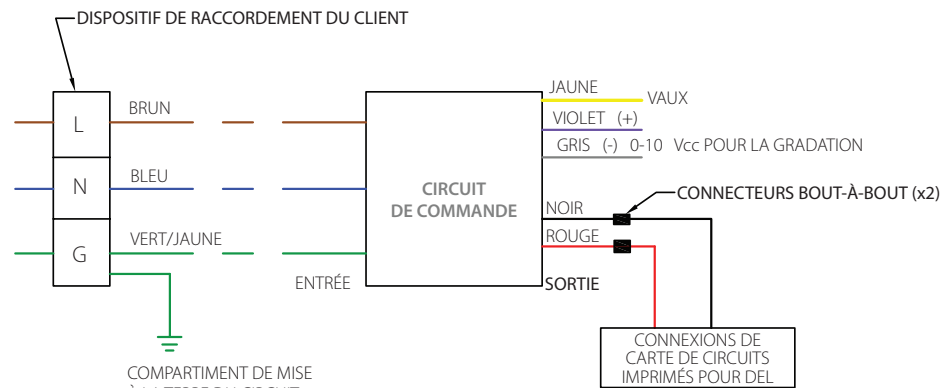

FIGURE 2
2. Boucher toutes les entrées de conduit inutilisées à l'aide des bouchons de conduit fournis. Pour éviter le grippage et garantir l'étanchéité, lubrifier les bouchons de conduit avec le lubrifiant HTL de Crouse-Hinds d'Eaton avant l'installation, et serrer les bouchons avec une clé à au moins cinq (5) filetages complets (57-71 Nm [42-52 lb-pi] pour les bouchons de 1,9 cm [3/4 po]; 79-92 Nm [58-68 lb-pi] pour les bouchons de 2,5 cm [1 po]).
4. Raccorder les câbles d'alimentation aux fils conducteurs du luminaire ou au bloc de jonction conformément aux schémas de câblage et selon les méthodes qui respectent les codes en vigueur. Voir la figure 2. Serrer tous les raccordements électriques.
5. Installer le boîtier du circuit de commande sur le module du couvercle en vérifiant que tous les fils sont sécuritaires à l'intérieur du boîtier. Ajuster la vis d'obturation imperdable à 3,4 Nm (30 lb-po). Vérifier que deux (2) bossages du boîtier du circuit sont en contact avec le module du couvercle.